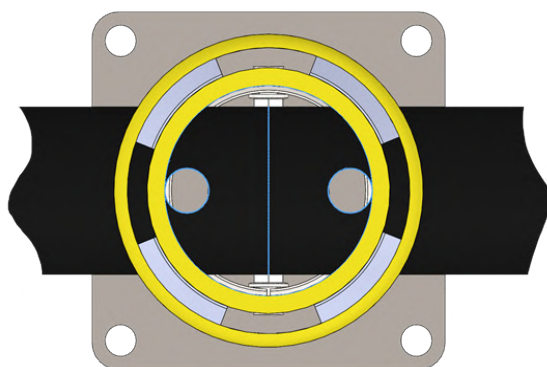

Рисунок 5. Расположение элементов секции в промежуточном столбе.
2. Вставьте элементы секции в промежуточный столб сторонами с отверстиями диаметром 20 мм, как показано на рис. 5.